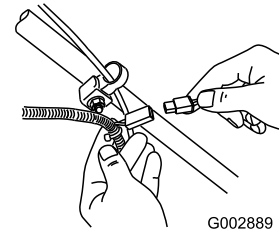

Figure 28
1. Branchez le chargeur au faisceau de câblage situé sous le bouton de démarrage électrique (Figure 28).